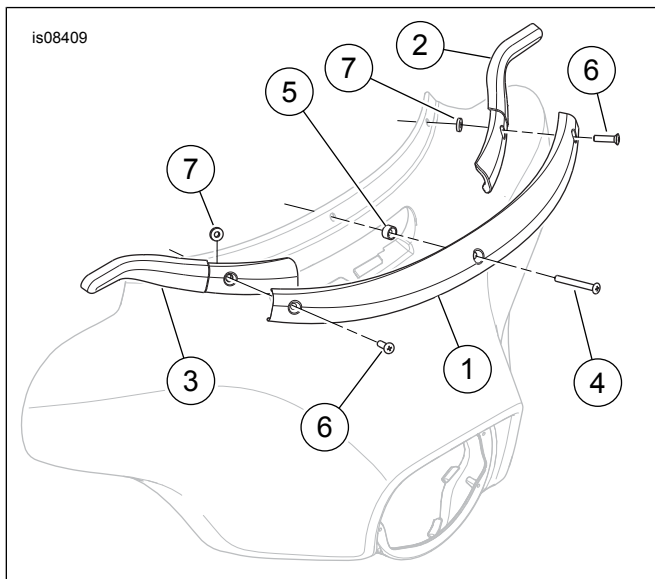

Abbildung 2. Ersatzteile, Windschutzscheiben-Zierspiegel-satz
Siehe Abbildung 2 und Tabelle 1.
3. Siehe Abbildung 2. Den Windschutzscheiben-Ziersockel (1) und die Spiegelhalterungen (2, 3) aus dem Satz nehmen.
5. Die lange Schraube (4) durch das mittlere Loch des Windschutzscheiben-Ziersockels einführen. Das dicke Distanzstück (5) mit der angeschrägten Seite zuerst auf das Gewinde schieben. Das Distanzstück ganz bis auf den Ziersockel schieben.
6. Durch jedes Endloch im Windschutzscheiben-Ziersockel und durch jedes Spiegelhalterungsloch eine kurze Schraube (6) führen. Auf das Gewinde jeder Schraube ein dünnes Distanzstück (7) schieben. Das Distanzstück nah an der Schraubenspitze lassen.